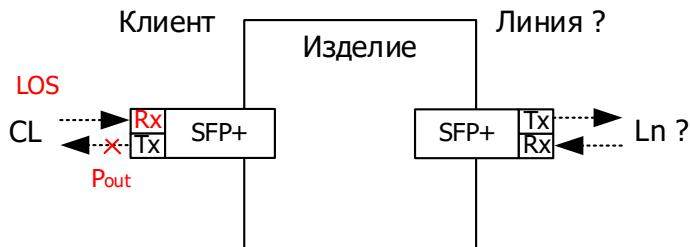

Рисунок 52 – Режим ALS с клиента на клиент
2.4.7.2 Отключение выходной оптической мощности в сторону клиента при отсутствии мощности на входе клиента (см. Рисунок 52). Установить для параметра *CllALSSet* необходимое значение.